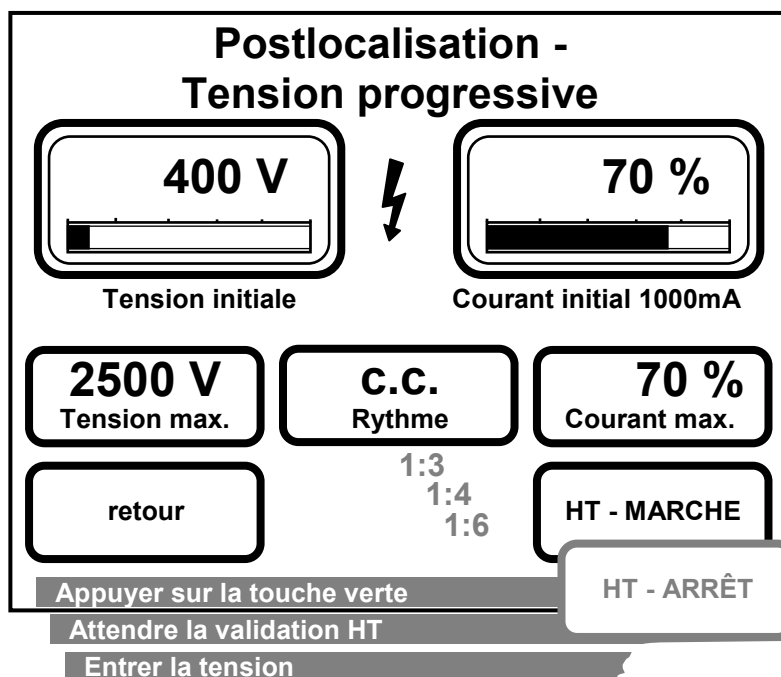

Fig. 17 : Menu Postlocalisation à tension progressive
3. Sélectionner le niveau de tension 5 kV ou 10 kV. Le menu de la Fig. 17 : Menu Postlocalisation à tension progressive, apparaît.